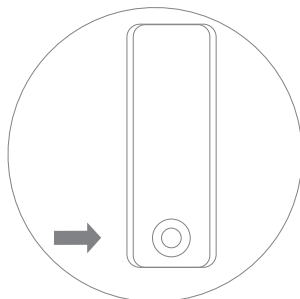

Рис. 10
5. Нажмите кнопку включения фильтра на лицевой панели (рис. 10).